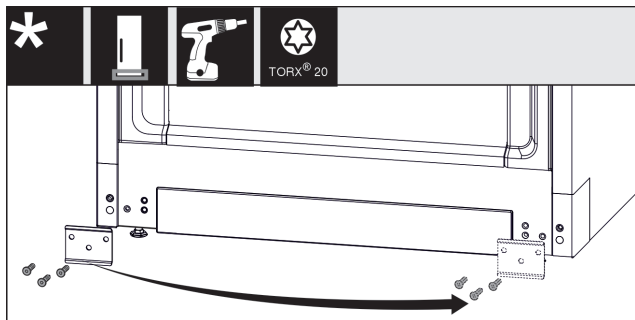

Fig. 13
- ▶ Atsukite skydelį, perkelkite į kitą pusę ir prisukite vėl. Fig. 13 (1)